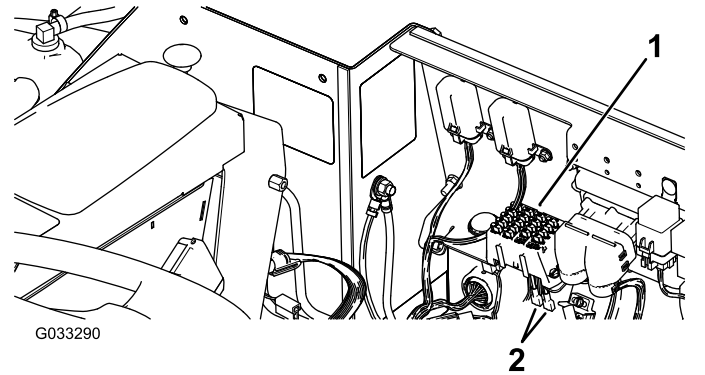

Figura 104
**Importante:** Si se instala un accesorio auxiliar en la máquina, los únicos puntos de conexión eléctrica autorizados son el bloque de fusibles de la unidad de tracción (Figura 104) y el bloque de fusibles de la cabina (Figura 106). Está disponible un máximo de 10 A en cualquiera de estos puntos. Póngase en contacto con su distribuidor Toro autorizado si necesita ayuda.